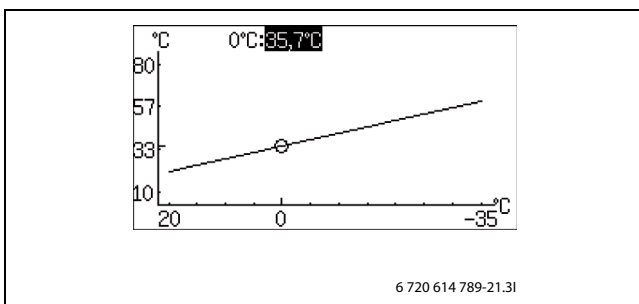

Bild 58
- ▶ Vrid ratten när fyrkanten är markerad tills 0 °C är markerad (→ Bild 58).